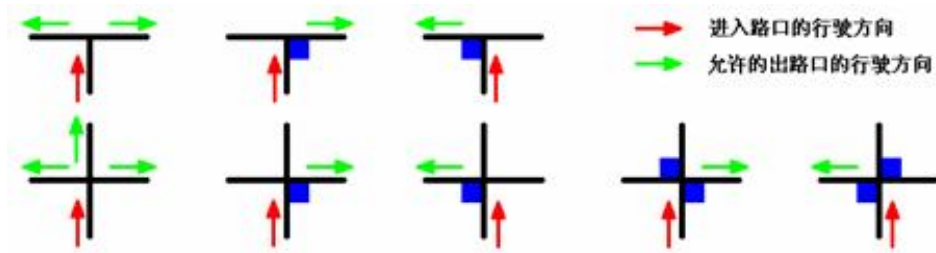

图 3 转弯标志及允许的出口口行驶方向
4. 黑色引导线的十字或丁字交叉处，可能出现 50mm×50mm 的深蓝色转弯标志，如图 3